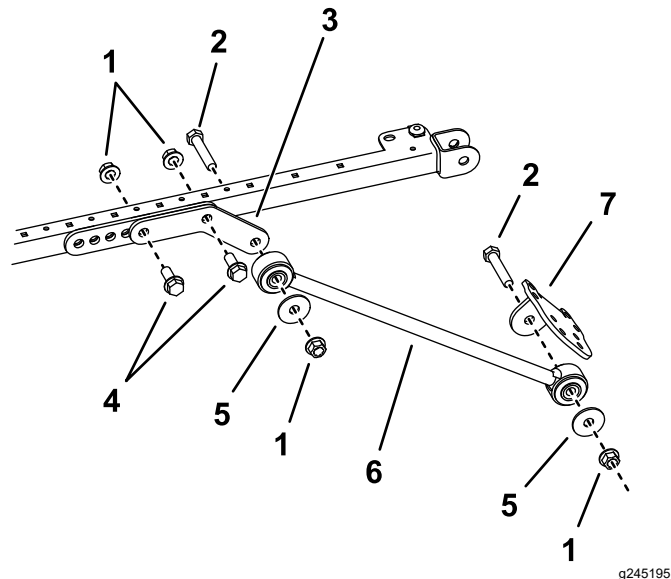

Рисунок 40
центральному отверстиям монтажного кронштейна с помощью 2 болтов (1/2 x 1 1/2 дюйма) и 2 фланцевых гаек (1/2 дюйма), как показано на рис. Рисунок 40.
10. Прикрепите подпорку снаружи каждого удлинительного звена с помощью болта (1/2 x 2 1/2 дюйма), шайбы (1/2 дюйма) и фланцевой гайки (1/2 дюйма), как показано на рис. Рисунок 40.
11. Прикрепите, не затягивая, кронштейн подпорки к каждой подпорке с помощью болта (1/2 x 2 1/2 дюйма), шайбы (1/2 дюйма) и фланцевой гайки (1/2 дюйма), как показано на Рисунок 40.